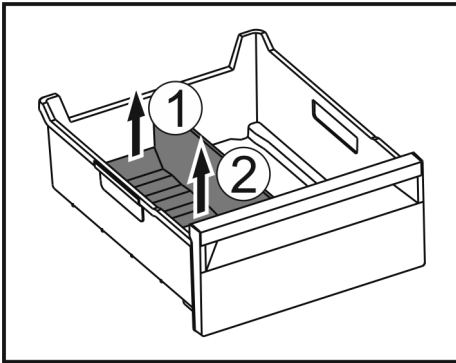

Fig. 146
- ▶ Levantar la parte posterior del separador para congelador. Fig. 146 (1)
- ▶ Extraer el separador para congelador hacia arriba. Fig. 146 (2)